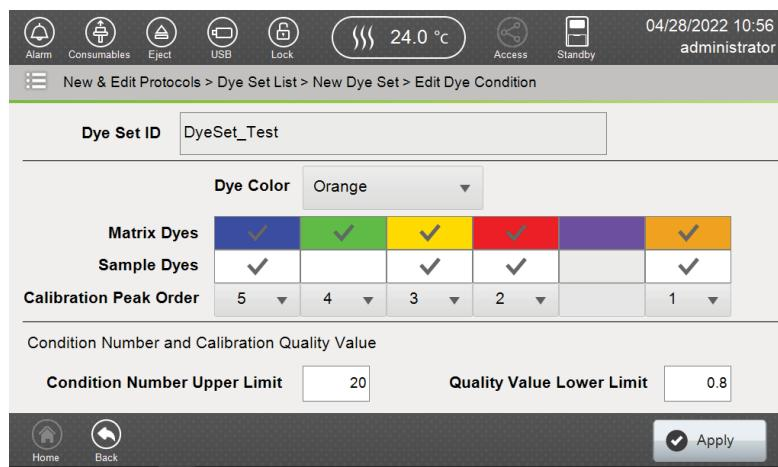

図 148 Edit Dye Condition 画面での Condition Number と Quality Value の追加
- Condition Number と Quality Value を入力し、Apply を押します。(図 148)